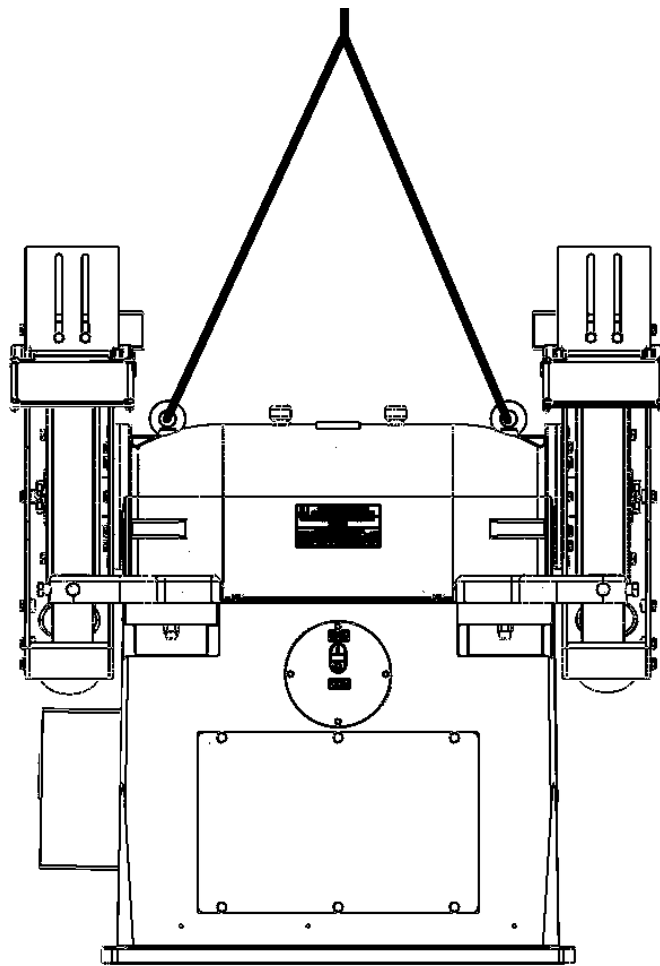

Рисунок 2 - Схема транспортировки станка
2.1.2 Внутризаводскую транспортировку распакованного станка краном следует производить согласно схеме транспортировки (Рисунок 2). Перекосы более 10° при транспортировке станка не допускаются.